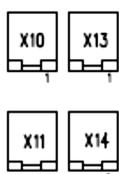

Fig. 31
6. Elija las dos conexiones libres de la placa para conectar las baterías nuevas (X10 y X13 o X11 y X14, Fig. 31).